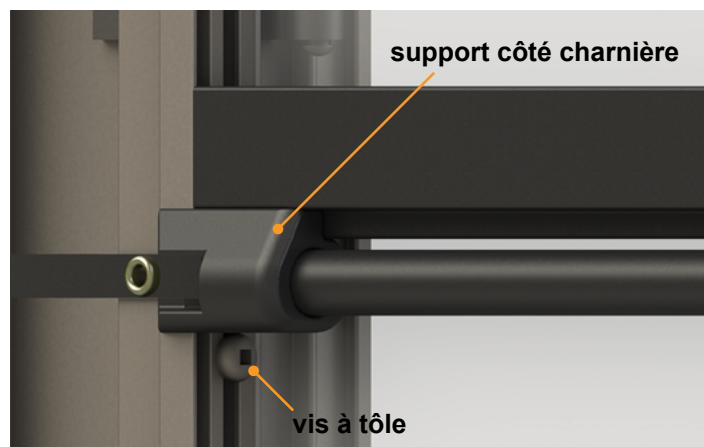

Fig.4
6. Installer une vis à tête sous le support du côté de la charnière du Screen Shot dans la coulisse la plus proche du moustiquaire (Fig.4).